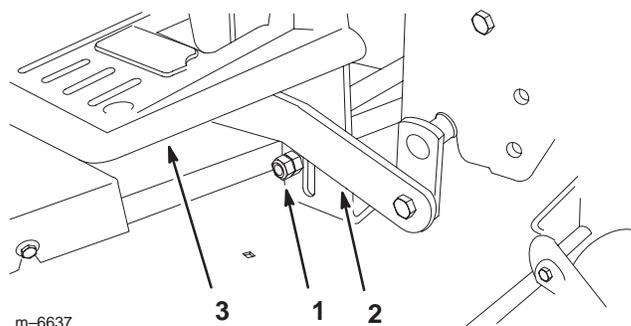

Bild 16
1. Stellen Sie die höchste Schnitthöhe am Mähwerk ein (Bild 22) und prüfen Sie, ob die Transporthöhenanschläge die Unterseite der Auswurfbalke berührt (Bild 16).
2. Lösen und stellen Sie die Transporthöhenanschläge ggf. ein, sodass sie gerade die Unterseite der Auswurfbalke berühren (Bild 16).
5. Sollte eine Stoßstange die Fußstütze nicht berühren, stellen Sie den entsprechenden Transporthöhenanschlag ein (Bild 16).